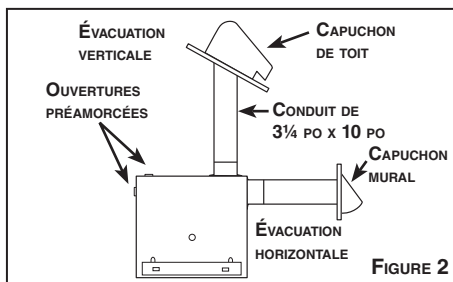

FIGURE 2
- Voir la Figure 2. Défoncer une des ouvertures préamorcées pour le câblage.